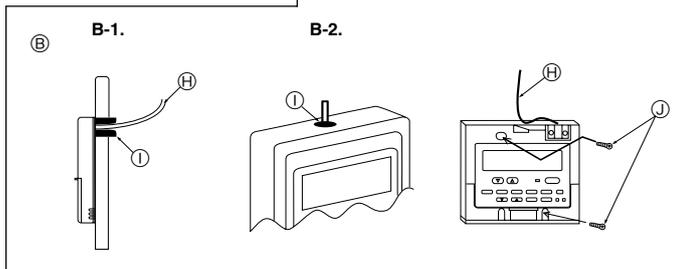

Fig. 7-7
- (2) Selle la entrada del cable del control remoto con masilla para evitar que puedan entrar gotas de rocío, agua, cucarachas o gusanos. (Fig. 7-7)